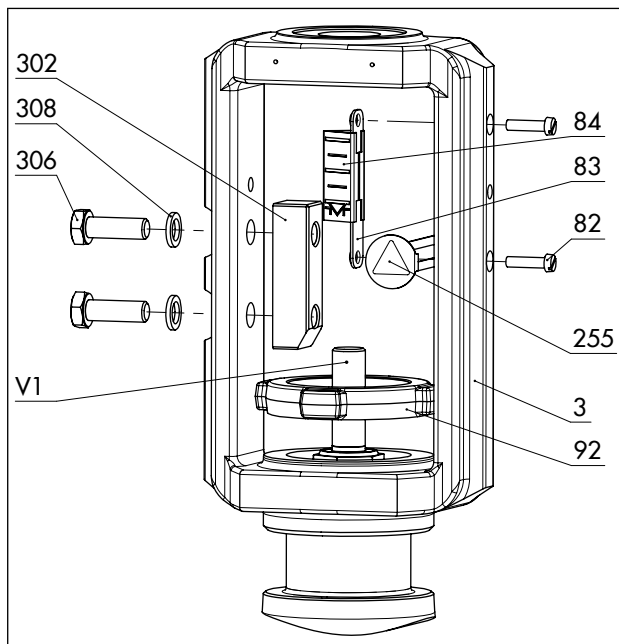
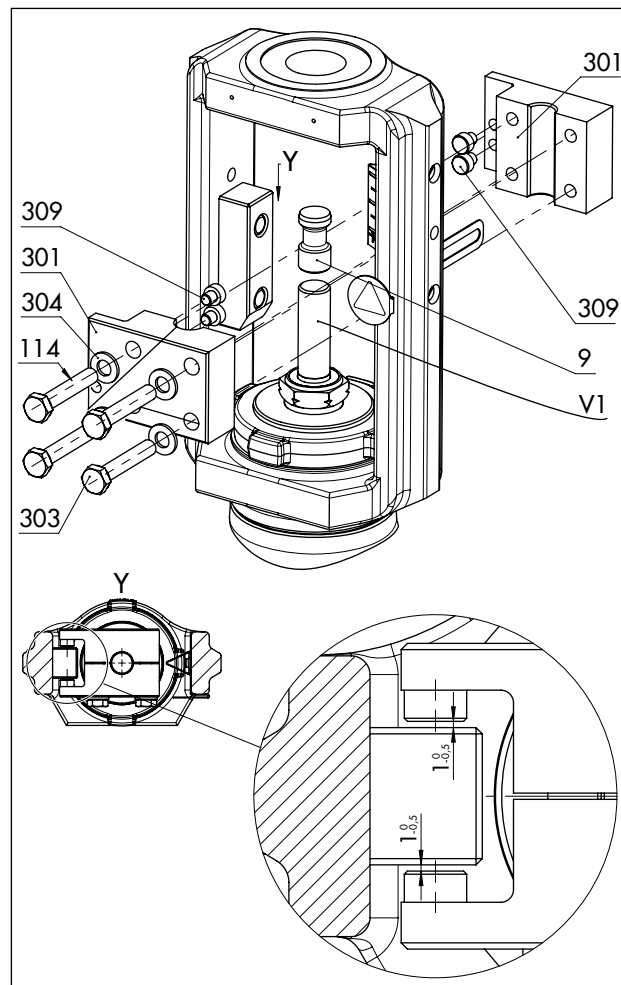

Fig. 16: Översikt över okenheten med slagindikatorskala i specialversionen
Fig. 17: Översikt över antirotationsfästenheten i specialversionen
Se Fig. 16 och Fig. 17
- Att det finns ett nominellt spel på 0,5 till 1 mm mellan glidbrickorna och deras kontaktyta på oket på varje sida (se detaljerad vy Y i Fig. 17).